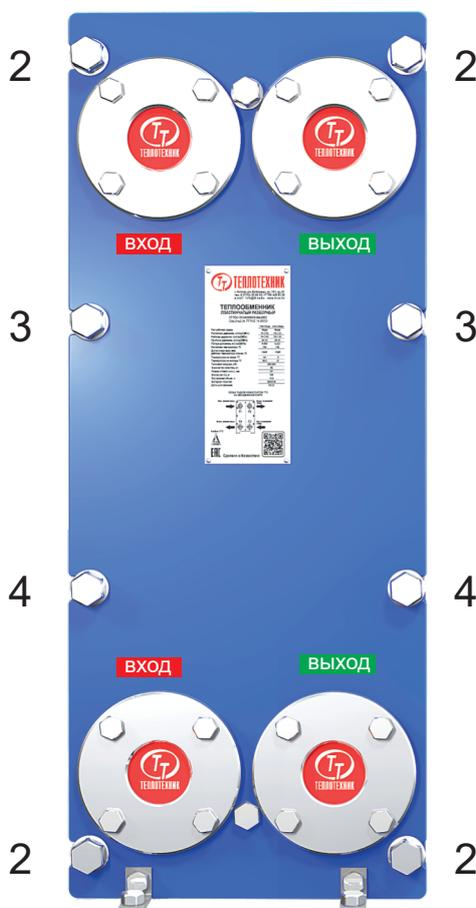

Рис. 10
- Ослаблять стяжные болты равномерно в правильном порядке (см. рис. 10), чтобы прижимная плита двигалась постепенно, без перекосов, параллельно пластинам;
Перед открытием теплообменника пакет пластин следует промаркировать. В качестве маркировки можно провести диагональную линию по внешней поверхности, рис. 10а, или последовательно пометить идущие друг за другом пластины.
Рис. 10а
- Нанести немного смазки на резьбу стягивающих болтов. Не допускать попадания смазки на прокладки или посадочные места прокладок на пластинах. Мокрые или загрязненные пластины при сжатии могут перекосяться. В этом случае следует разобрать пакет пластин, почистить и высушить все поверхности, входившие в соприкосновение с прокладками. Последовательно и с одинаковым усилием затянуть все болты с соблюдением очередности (см. рисунок 10 на стр. 17). Рекомендуется использовать ключ с трещоткой.